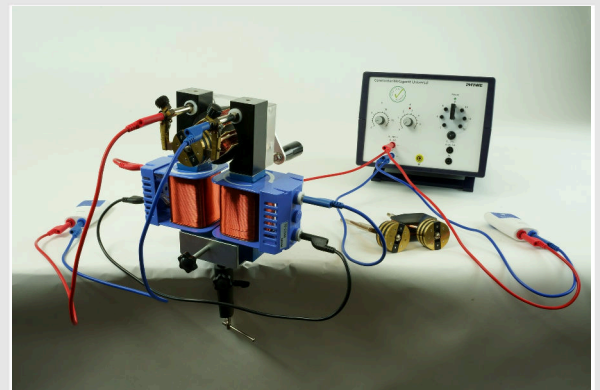

Abb. 4
- Baue den Versuch nach Abb. 4 auf.